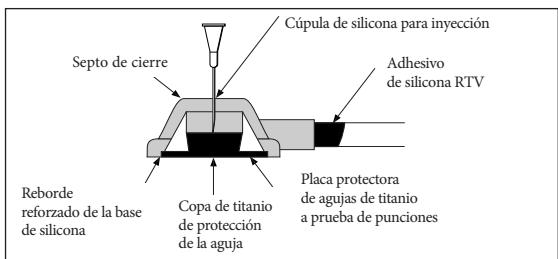

FIGURA 4
- b) Penetrate el reservorio hasta que la aguja se detenga por el protector de la misma, tal como se muestra en la Figura 4.